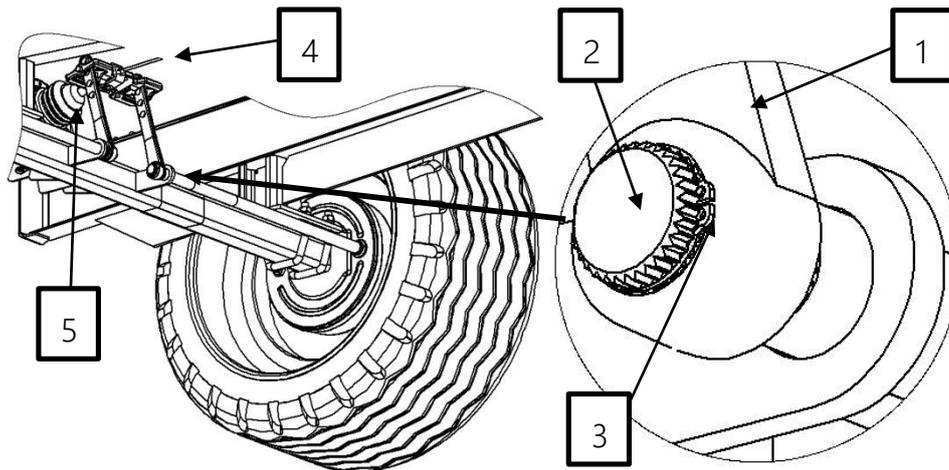

Abbildung 15. Einstellung der Bremsen
Die Einstellung der Bremse beruht auf der Änderung der Lage des Spreiznockenarms (Pos. 1, Abb. 15) gegenüber der Spreiznockenwelle (Pos. 2, Abb. 15).
- den Sicherungsring (Pos. 3, Abb. 15) von der Rolle abnehmen;
- Den Spreiznockenhebel (Pos. 1, Abb. 15) von der Welle entfernen.